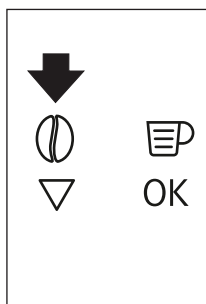

Fig. 15
- ▶ Aparatul este presetat să prepare cafea cu un gust normal. De asemenea, puteți alege cafea cu un gust foarte delicat, delicat, normal, puternic sau foarte puternic. Există, de asemenea, o opțiune pentru cafea pre-râșnită. Pentru a alege gustul dorit, atingeți de mai multe ori tasta ☉ (B4) (Fig. 15). Este afișat gustul dorit pentru cafea.